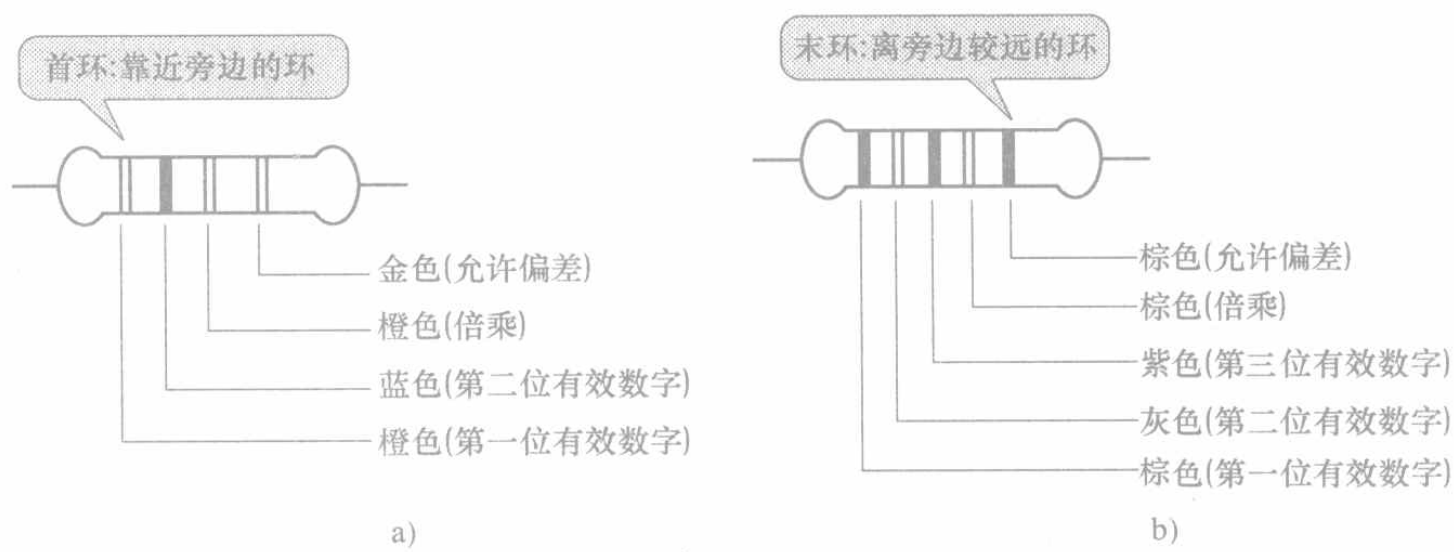

图 1-6 电阻器的色标示意图
(2)色标法 用色环或色点(多用色环)来表示电阻器的标称阻值、允许偏差。色环电阻器又可分为四环电阻器和五环电阻器两类，其色码分别见表 1-3 和表 1-4。电阻器的色标示意图如图 1-6 所示。